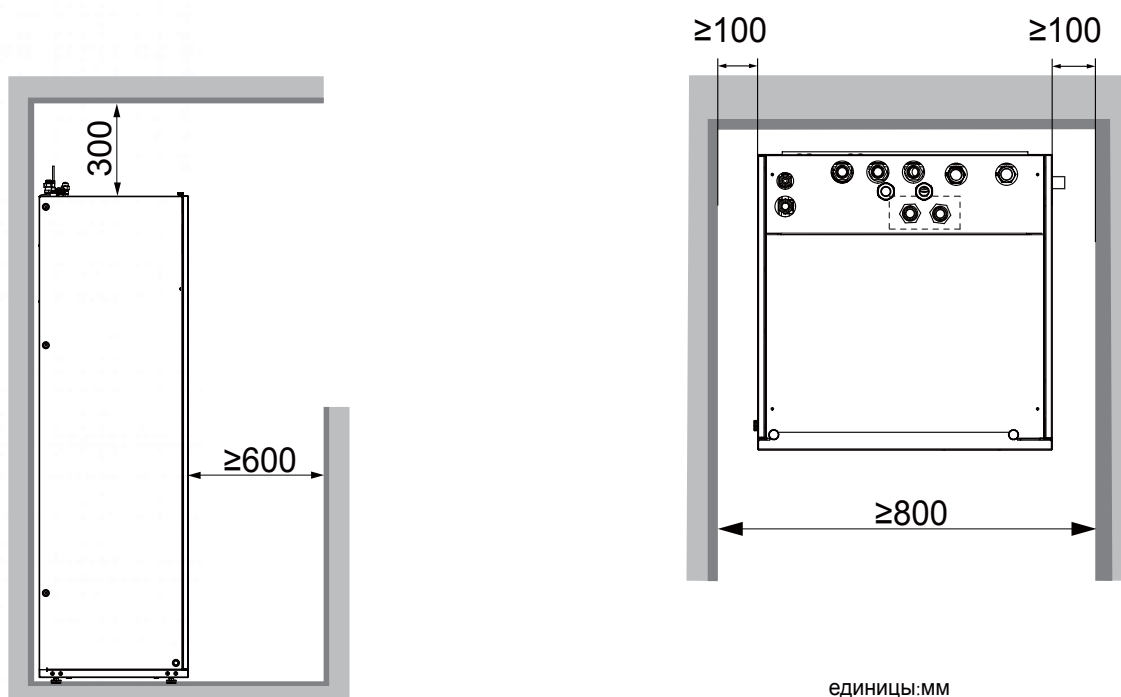

Fig.4-2
- Пространства вокруг устройства достаточно для обслуживания (см. рис. 4-2).